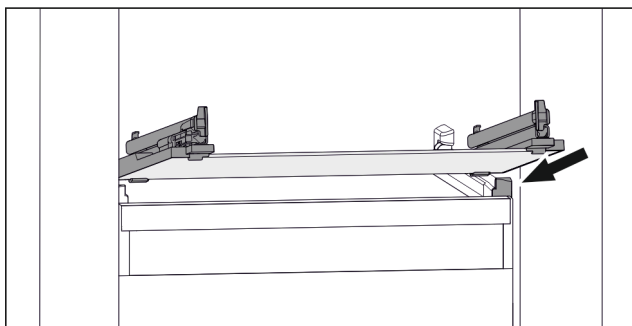

Fig. 66 Eksempel på fremstilling av glassplaten
- Sett glassplaten på skrå bak stopperne. (se Fig. 66)